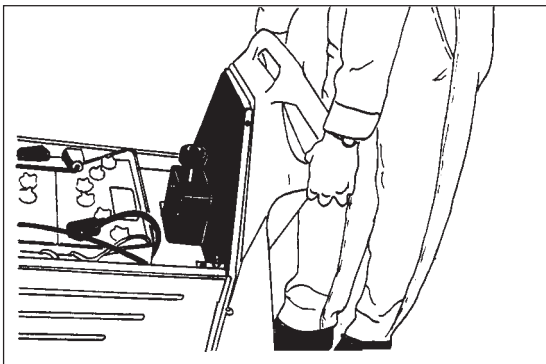

Figure 21
8. Raise the back of the machine to lower the pad housing by lifting as shown in figure 21.
8. Soulevez l'arrière de la machine pour abaisser l'ensemble du disque en tirant les poignées de commande vers le haut, comme indiqué à la figure 21.